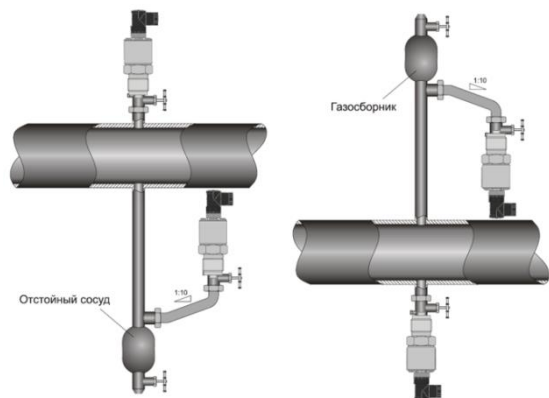

Рисунок 4. Монтаж прибора для измерения давления газа (слева) и жидкости (справа).
4.3. Механическое присоединение реле рекомендуется производить с ориентацией, при которой соединительная линия от места отбора давления имеет односторонний уклон (≥1:10) вверх к реле, если измеряемая среда – газ, и вниз к реле, если измеряемая среда – жидкость (см. рис. 4.). Если это невозможно, при измерении давления газа в нижних точках соединительных линий следует устанавливать отстойные сосуды, а при измерении давления жидкости в наивысших точках – газосборники. Отборные устройства для установки приборов рекомендуется монтировать на прямолинейных участках, на максимально возможном удалении от насосов, запорных устройств, колен, компенсаторов и других гидравлических устройств.